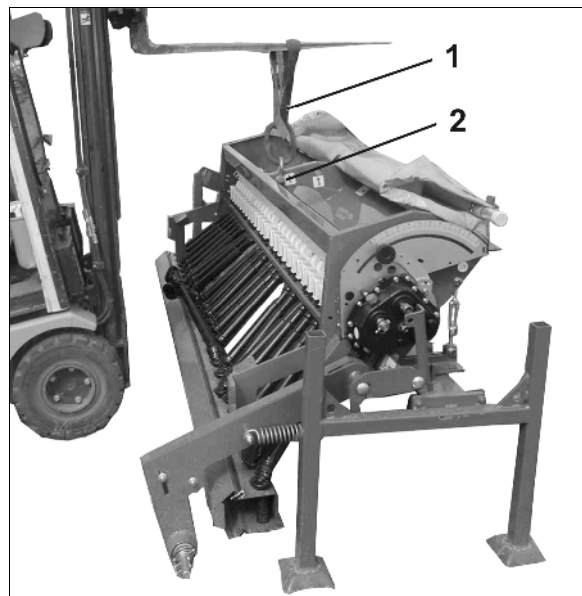

Fig. 23
2. Mit Hebegurt (Fig. 23/1) des Hebemittels Maschine sichern.
Gekennzeichnete Aufnahmepunkte (Fig. 23/2) an der Maschine nutzen!